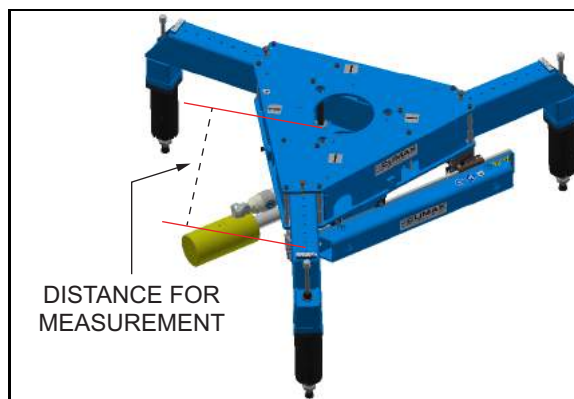

РИСУНОК 3-20. РАССТОЯНИЕ, ИЗМЕРЯЕМОЕ ДЛЯ УЗЛА КРЕПЛЕНИЯ НА НАРУЖНОМ ДИАМЕТРЕ
2. Прикрепите мерную ленту к отверстию внутренним диаметром 9" (228 мм) на верхней пластине узла крепления на наружном диаметре (см. рис. 3-20).